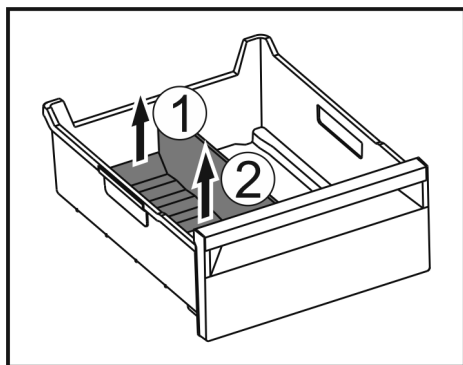

Fig. 99
- Zdvihnute zadnú časť oddelovača zásuvky na ľad. Fig. 99 (1)
- Odoberte oddelovač zásuvky na ľad nahor. Fig. 99 (2)